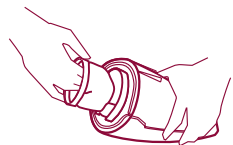

Рис. 11
- Тщательно вытрите насухо мягкой салфеткой (рис. 11).